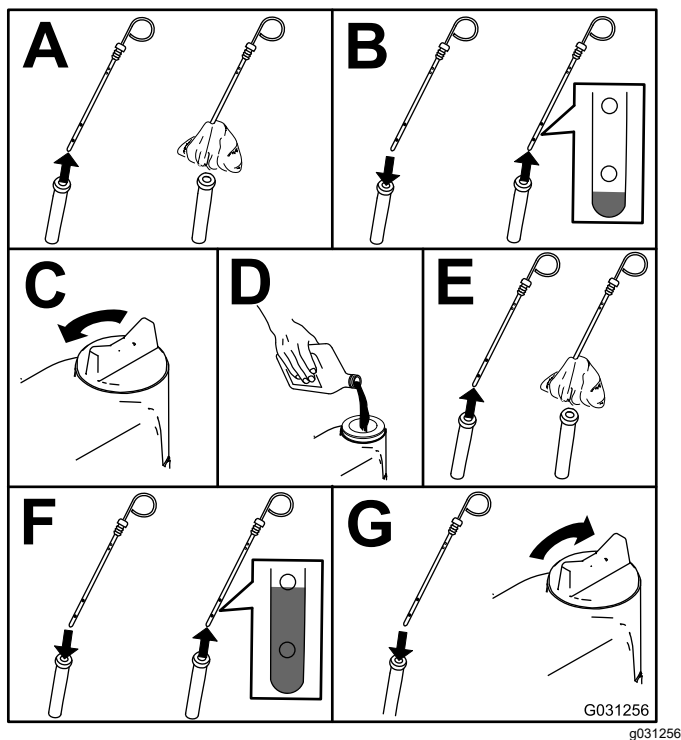

Bild 53
2. Prüfen Sie den Ölstand im Motor, siehe Bild 53.